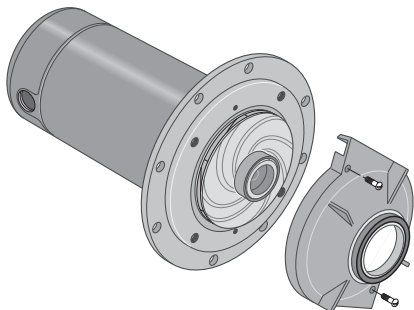

FIGURA 12 - QUITAR EL DIFUSOR
3. Quite el difusor (figura 12). El impulsor expuesto ahora se puede limpiar.